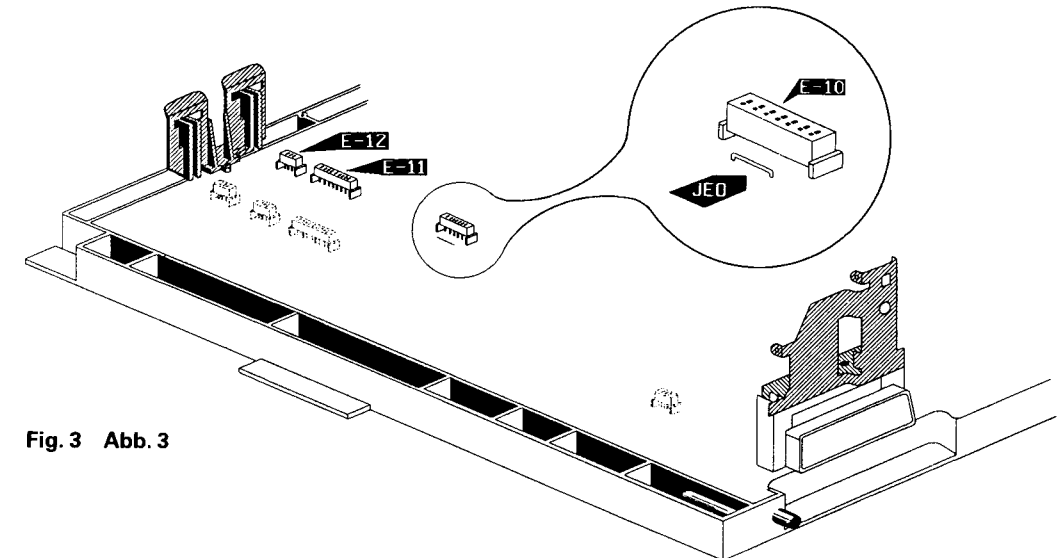

Fig. 3 Abb. 3
3. To allow easy service of (H) board. The Teletext board must be removed, refer to section 1. If the receiver is to operate without the Teletext PCB A jumper wire has to be inserted into position JEO. Refer to Fig. 3
3. Um die (H) Platine einfach zu reparieren, muß die T-Platine entfernt werden, wie unter Abschnitt 1 beschrieben ist. Um das Gerät ohne T-Platine in Betrieb zu nehmen, ist die Brücke JEO auf der E-Platine einzusetzen. Siehe Abbildung 3.